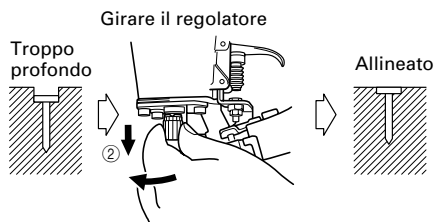

Fig. 9
- ② Se i chiodi sono inseriti troppo a fondo, girare il regolatore in senso antiorario tirandolo verso il basso. Quando il regolatore viene rilasciato, ritorna in su. Inoltre girare il regolare fino a che raggiunge una posizione dove si fissa con uno scatto. (Fig.9)